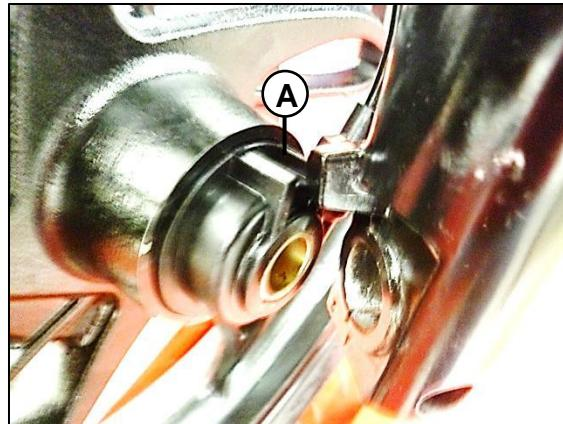

Fig. 07
Retire el sensor de velocidad con cuidado. En el momento de ensamble ubique en la posición correcta y aplique grasa (A) Fig. 07